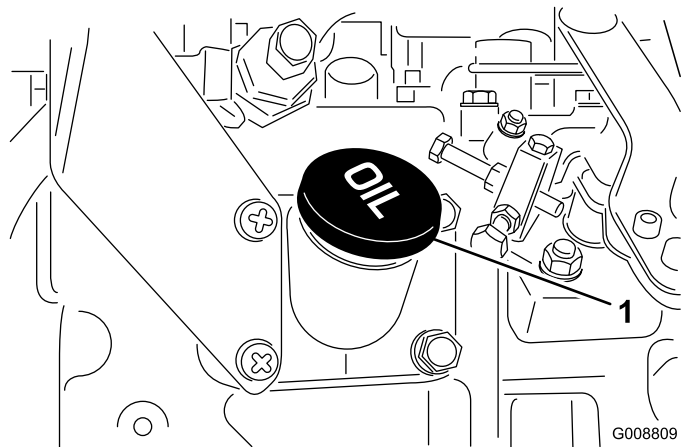

Figure 9
- Si le niveau n'atteint pas le repère du plein, enlevez le bouchon de remplissage (Figure 9) et faites l'appoint jusqu'à ce que le niveau correct soit atteint. **Ne remplissez pas excessivement.**